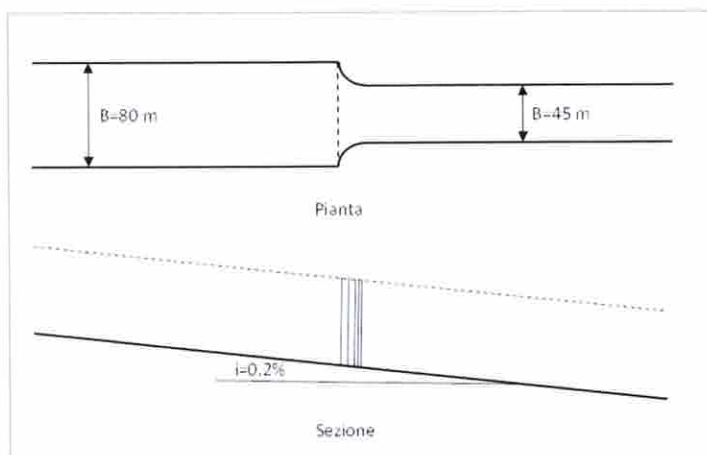

Figura 1 – Pianta e sezione del tratto fluviale di cui è necessario definire l'altezza delle difese di sponda.
Si chiede di progettare le difese di sponda di un corso d'acqua con sezione rettangolare e caratteristiche riportate in Figura 1, che sottende un bacino idrografico con caratteristiche morfologiche riportate in Tabella 1. In Tabella 2 sono invece riportati i valori massimi delle altezze di pioggia registrati nell'unica stazione pluviografica interna al bacino per durate comprese fra 1 e 24 ore.
- 3 – tracciare qualitativamente il profilo di moto permanente della portata bicentenaria nell'alveo fluviale riportato in Figura 1. Si adotti un coefficiente di Strickler pari a  $40 \text{ m}^{1/3}/\text{s}$  e si trascurino le perdite all'imbocco del restringimento.